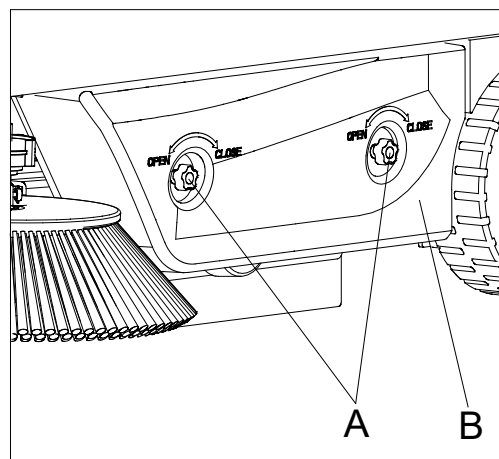

Figura 20
3. Desenrosque las dos tuercas de las perillas (C figura 20) y quite la tapa izquierda (B, figura 20).
11. Instale la tapa izquierda (B, figura 20) y apriete las dos tuercas de la perilla (A, figura 20).